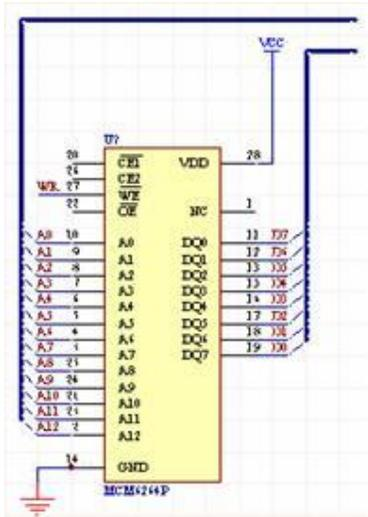
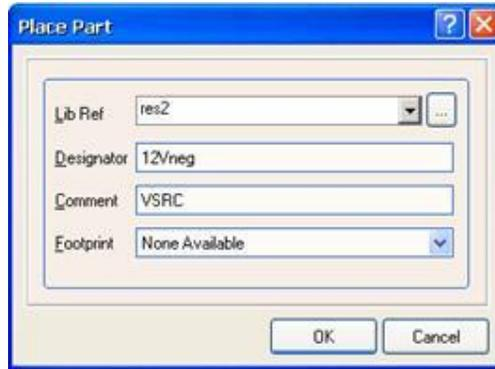

图 4-24 绘制完电源和接地符号后的 6264 原理图
图 4-25 放置元件对话框
单击绘图工具栏的放置电源和接地符号按钮，光标变成十字形，同时一个电源图标悬浮在光标上，其图标与上一次设置的电源或接地图标相同。按下 Tab 键，在图 4-25 的 Net 栏键入 VCC 作为网络标号，同时 Style 栏选中 Bar，其他采用默认设置即要，单击鼠标，VCC 图标就出现在原理图上。此时系统仍处于放置电源和接地符号状态，可以移动鼠标到合适的位置继续放置电源和接地符号。右击鼠标退出放置电源和接地状态。完成放置电源和接地符号后的 6264 原理图，如图 4-24 所示。
- 单击画电路图工具栏中的  图标，弹出 Place Part（放置元件）对话框如图 4-25 所示。
在图 4-25 的 Lib Ref 栏键入了元件库样本名和 Designator 文本框中键入元件序号以后，单击 OK 按钮，光标变成十字形，同时电阻悬浮在光标上。按 Tab 键编辑元件属性，移动光标到合适的位置单击鼠标，将元件定位。